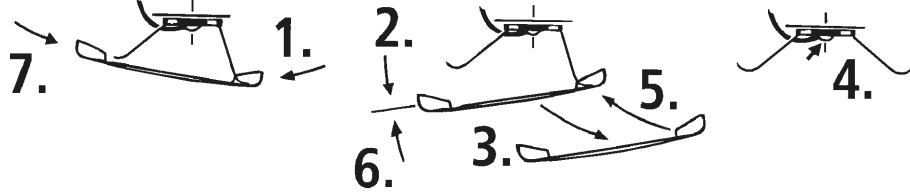

Fig. 8
4. Kohlebürstenwechsel: Lokgehäuse abnehmen (Fig. 5). Danach wird der Motor ausgebaut und die Kohlebürsten ausgewechselt (Fig. 8).
4. Carbon Brush Changing: First remove loco body (fig. 5), and then the motor (fig. 8).
4. Remplacement des balais du moteur: Dé- montez la caisse (voir fig. 5). Démontez ensuite le moteur et échangez le balais (fig. 8).